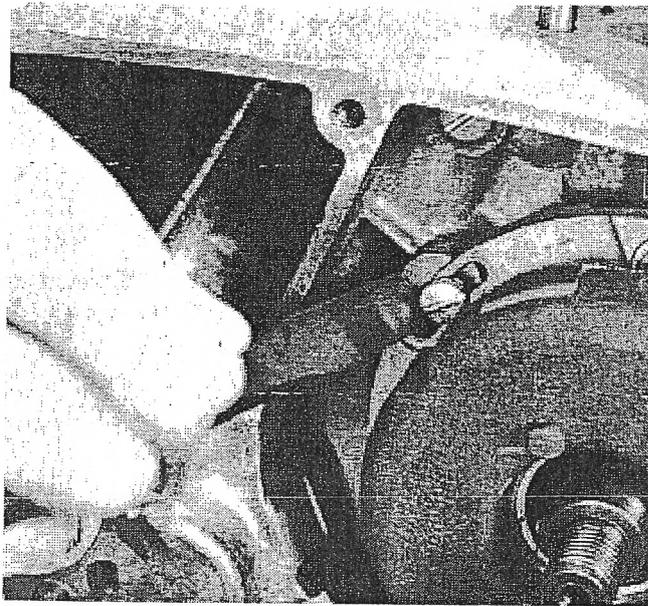

FIG. 6
6. Con un cincel puntiagudo y un martillo haz una muesca entre el estator de la magneto y la base de uno de los tornillos donde va enclavado (Fig 6) .Esto te servirá como referencia de su posición al montarlo de nuevo.